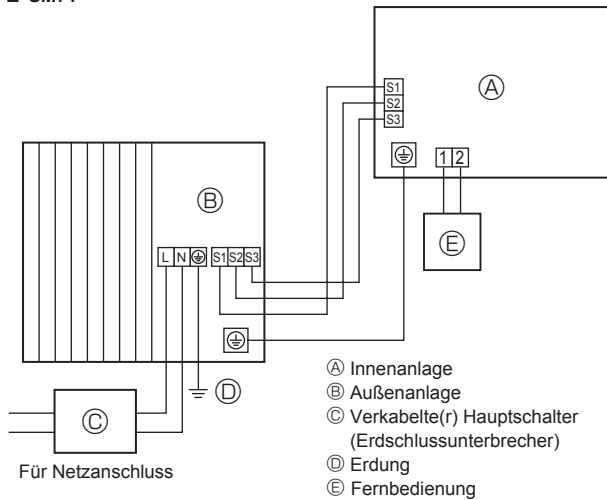
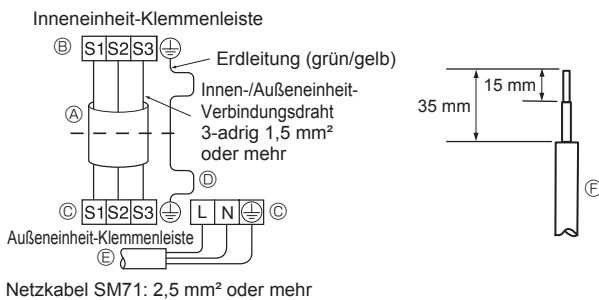
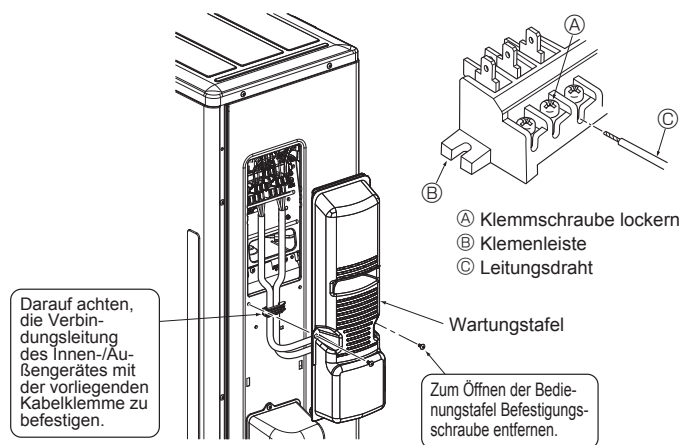

Fig. 6-1
Fig. 6-2
Fig. 6-3
### 6.1. Außeneinheit (Fig. 6-1, Fig. 6-2, Fig. 6-3)
- ① Die Wartungstafel entfernen.
- ② Die Kabel wie in den Fig. 6-1, 6-2 und 6-3 gezeigt verlegen.
- Verdrahtung wie in der Abbildung links unten dargestellt vornehmen. (Kabel ist vor Ort zu beschaffen) (Fig. 6-2)